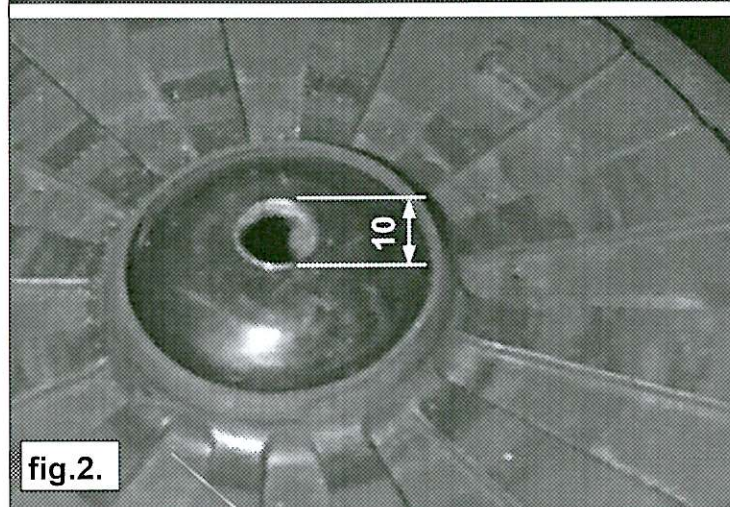

fig.2.
6. Percez un trou de 10 mm au centre de la coupe inférieure du ressort principal. Voir figure 2.